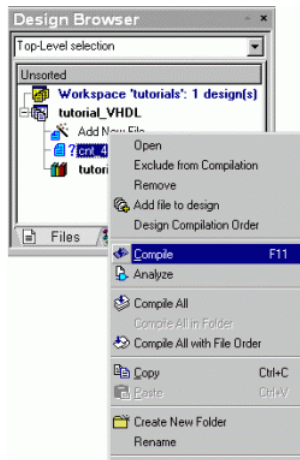

Рисунок 1.10 – Компіляція файлу проекту
1.2.2.8 Тепер програма мовою VHDL готова до трансляції. Щоб запустити компіляцію файлу, клацніть правою кнопкою миші на його імені у вікні **Design Browser**, і виберіть команду **Compile** контекстного меню (рис.1.10).